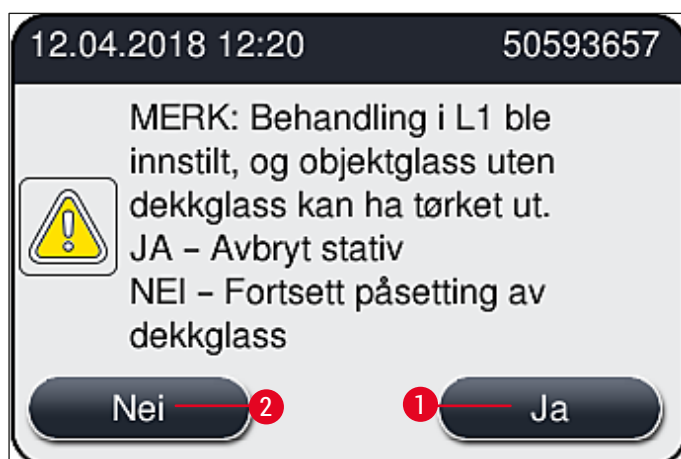

Fig. 112
9. Apparatprogramvaren utfører en skanning av påfyllingsnivået. Brukeren mottar en informasjonsmelding når kontrollen er ferdig (→ Fig. 112).